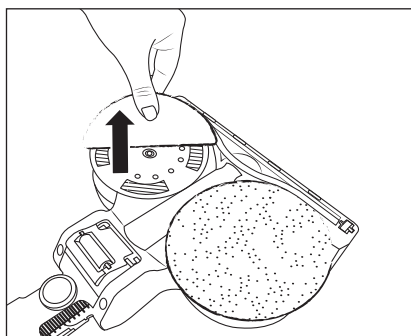

Fig. 18
- ◆ Para desmontar una almohadilla para fregar ❸❹ del accesorio para fregar ❸❶, agárrala con los dedos y tire de ella hacia arriba para extraerla del accesorio para fregar ❸❶ (consulte la fig. 18).